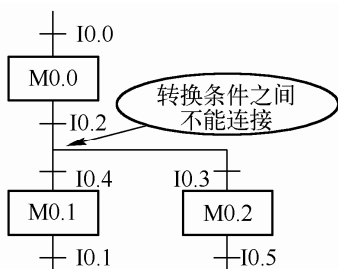
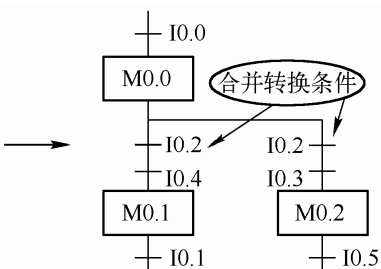

图 6-13 错误的功能图
图 6-14 合并后的功能图
② 转换条件之间不能有分支。例如，图 6-13 应该改成图 6-14 所示的合并后的功能图，合并转换条件。